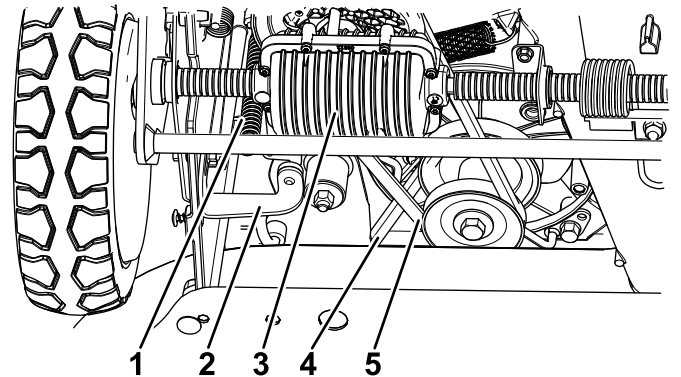

Bild 51
6. Lösen Sie die Halterung und drehen Sie die Halterung nach vorne (Bild 51).